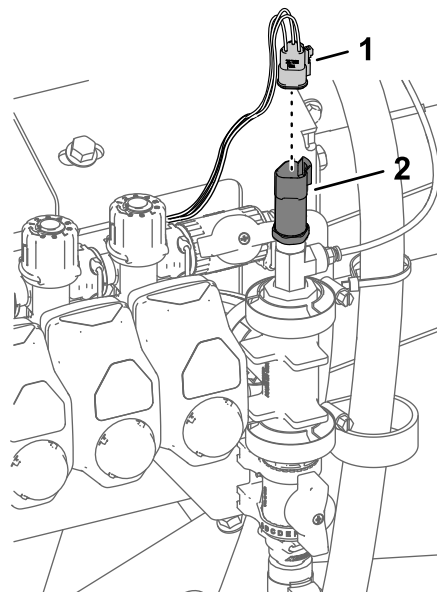

図 46
4. 水圧トランスデューサ用の3ソケットコネクタを接続する図 46。